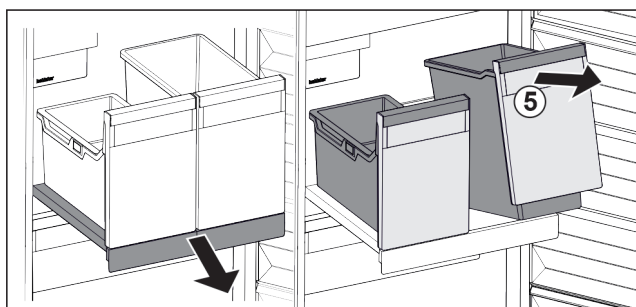

Fig. 100
- Emelje meg a tároló Fig. 100 (5) elejét.